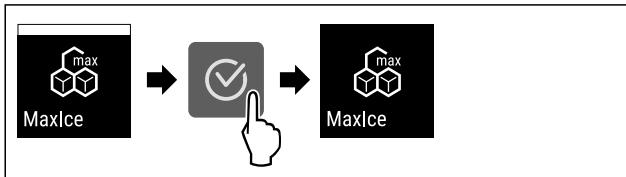

Fig. 23
- Изпълнете стъпките (виж Fig. 23).